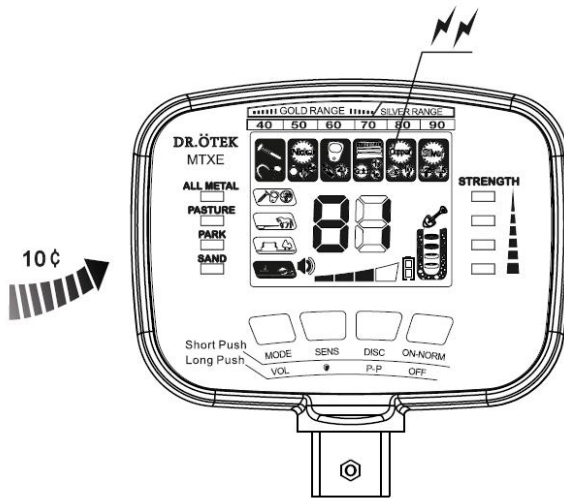

Abb. 13
- d) Bei anderen Metallen gibt das Gerät einen hohen Ton von sich, die entsprechende Zielanzeige blinkt auf und die digitale Anzeige zeigt die entsprechende Nummer an (siehe Abb. 13, mit Kupfermünze als Beispiel).